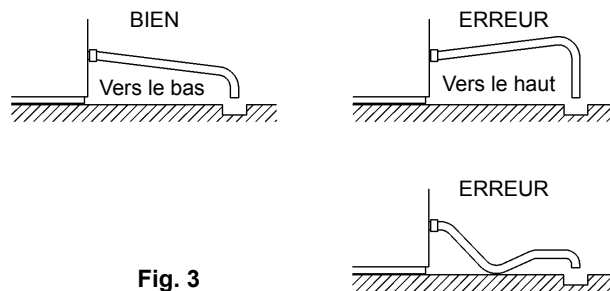

Fig. 3
- * Le tuyau de vidange d'eau doit être placé selon la Fig. 3 pour éviter tout retour d'eau dans le bac de stockage.
3) Serrez à la main le tuyau de vidange gris (l'accessoire) sur le raccord R3/4 à l'arrière du distributeur de glaçons en veillant à ce que la rondelle d'étanchéité en caoutchouc soit correctement placée avant de serrer à la main le raccord. Coupez le tuyau selon la longueur désirée pour l'adapter au drainage principal (Fig. 3).